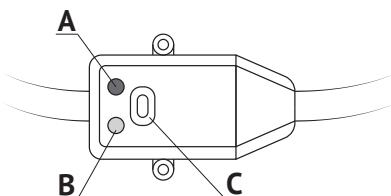

Рис. 11
- После подключения к электросети водонагревателя оснащённого устройством защитного отключения (УЗО) загорится индикатор *B* (смотри рис. 11).